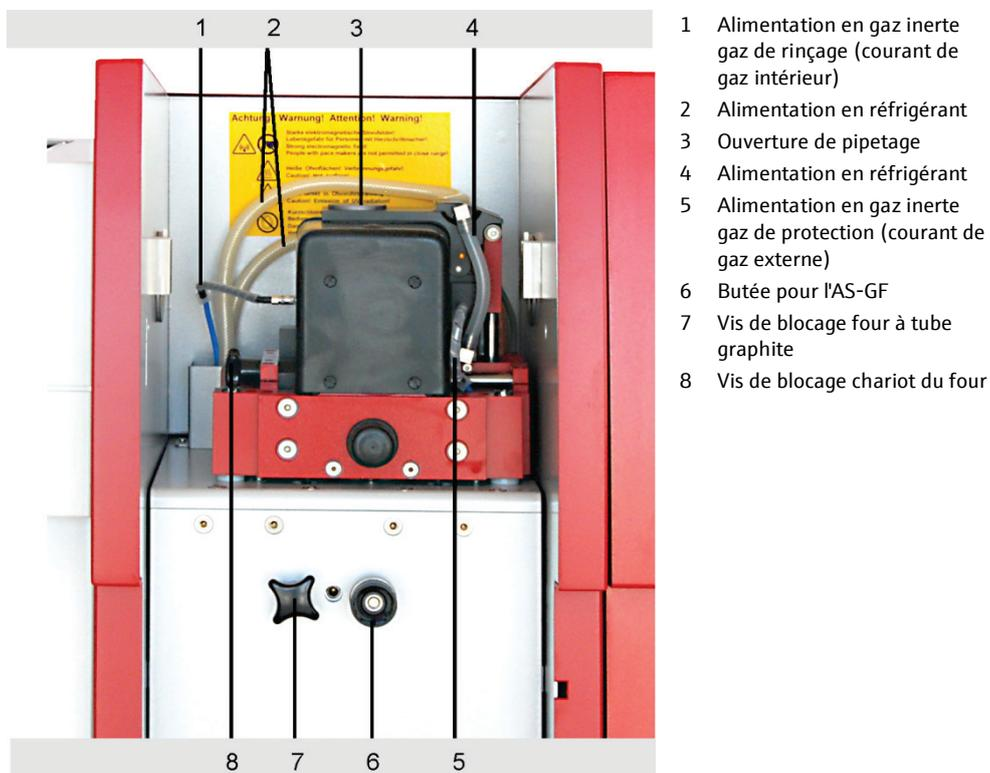

Fig. 47 Vis de blocage four à tube graphite
1. Dévisser la vis de blocage (vis à croisillon, 7 dans Fig. 47) pour le four à tube graphite.